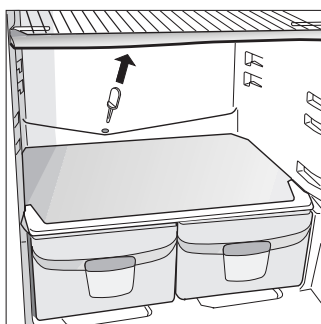

Fig. 3
Este aparato posee un sistema de descongelamiento automático, el agua se canaliza hacia la parte posterior por el conducto de desagüe (Fig. 3), donde el calor producido por el compresor la hace evaporar. Lo único que debe hacer periódicamente es limpiar el agujero de desagüe para que el agua circule normalmente.
- el orificio de descarga del agua de descongelamiento no esté tapado (Fig. 3).